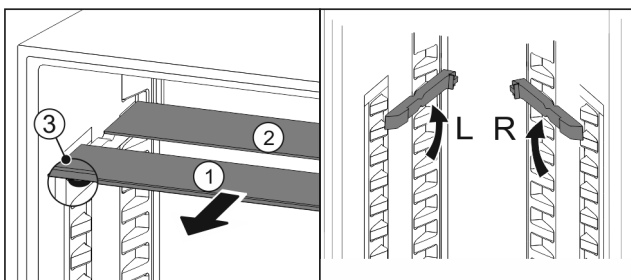

Fig. 73
- ▶ Izvucite Fig. 73 (1) staklene ploče jednu po jednu prema naprijed.
- ▷ Staklena ploča Fig. 73 (1) s ukrasnom letvicom nalazi se sprijeda.
- ▷ Zaustavljači Fig. 73 (3) su usmjereni prema dolje.